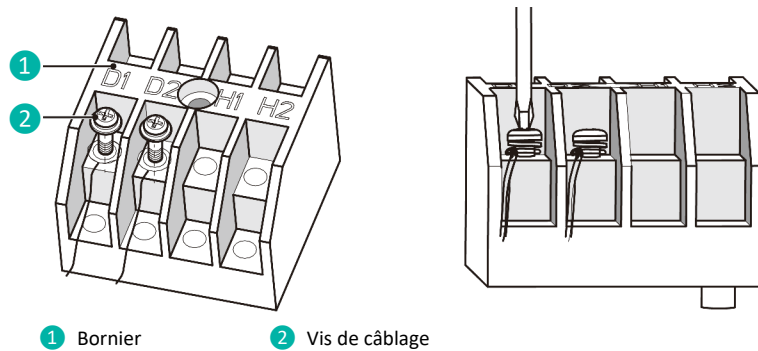

Fig.5.3.1
- 3 Connectez le fil de communication aux bornes D1 et D2 du panneau de câblage intérieur à 4 bits, comme illustré à la Fig.5.3.1.